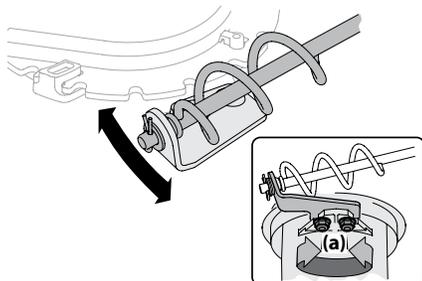

Figure 4-7
1. Desserrez les deux écrous (a) qui fixent le support de la goulotte, puis ajustez le support. Voir Figure 4-7.